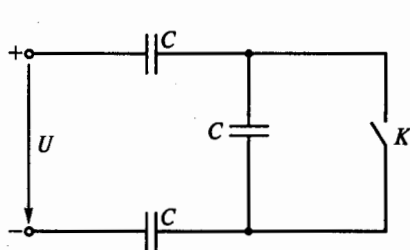

Рис. 2
**1.5.Р\*.** Как изменятся энергия последовательно включенных одинаковых конденсаторов и их заряд на рис. 2 при замыкании ключа  $K$ ?